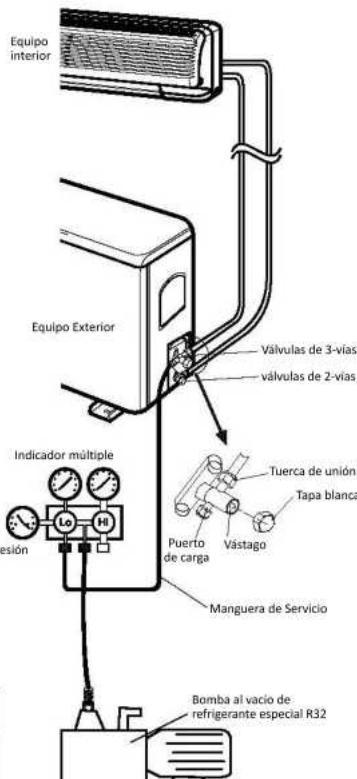

Figura.6
1. Verificar la conexión de las tuberías ha sido conectada correctamente. Quitar la tapa de puerto de carga y conectar el manómetro del colector y la bomba de vacío a la válvula de carga mediante las mangueras de servicio como se muestra Figura.6.